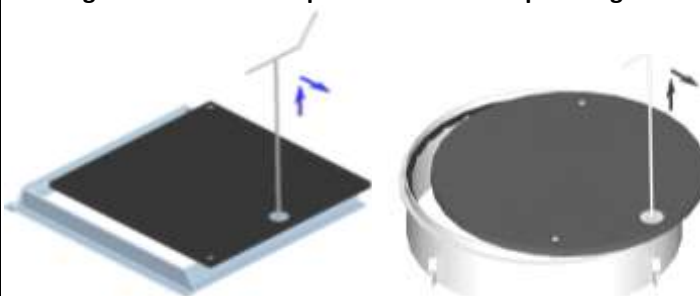

Figura 3 Chiave per rimozione coperchio circolare e quadrangolare
- Inserire la chiave di apertura nell'asola apposita e facendo leva, sollevare il coperchio fino a completa rimozione (Figura 3).